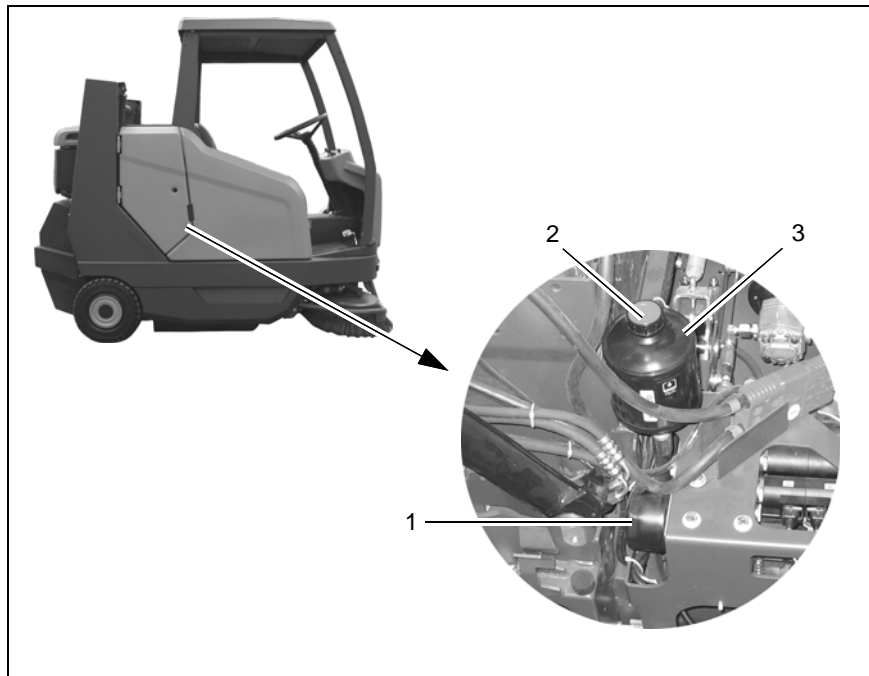

Abb.25
2. Verschlussdeckel (Abb. 25/2) abnehmen.
3. Kontrollieren Sie den Ölstand an der Füllstandsanzeige im Verschlussdeckel (Abb. 25/2) des Hydraulikölbehälters (Abb. 25/3).
2. Hydraulikölfilter (Abb. 25/1) heraus-schrauben.